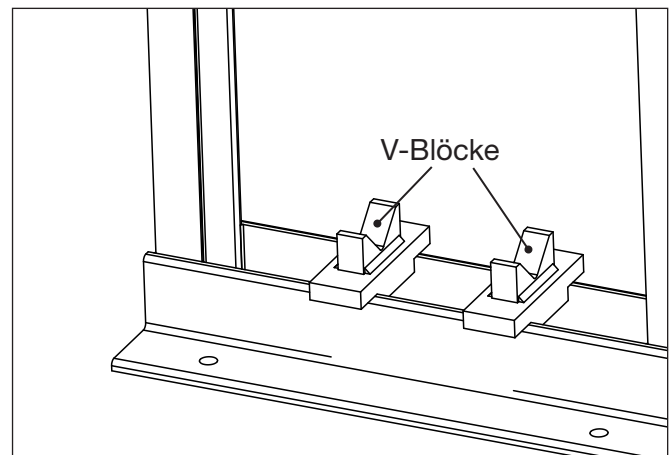

Abbildung 10: Enerpac V-Blöcke (optionales Zubehör)
V-Blöcke von Enerpac (Modell VB-10) sind als optionales Zubehör erhältlich. Diese können verwendet werden, um die Positionierung von Rohren und Stäben zu erleichtern. Siehe Abbildung 10.
■ Optionales Zubehör (siehe Abbildung 10). Zwei V-Blöcke sind im Lieferumfang jedes Kits enthalten. Bestellung nach Bedarf.